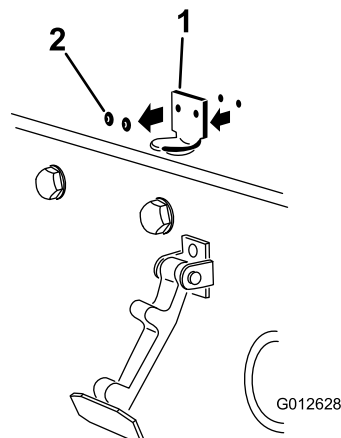

図 6
- フードラッチブラケットをフードに固定しているリベット (2本) を外す (図 6)。フードからフード・ラッチ・ブラケットを取り外す。